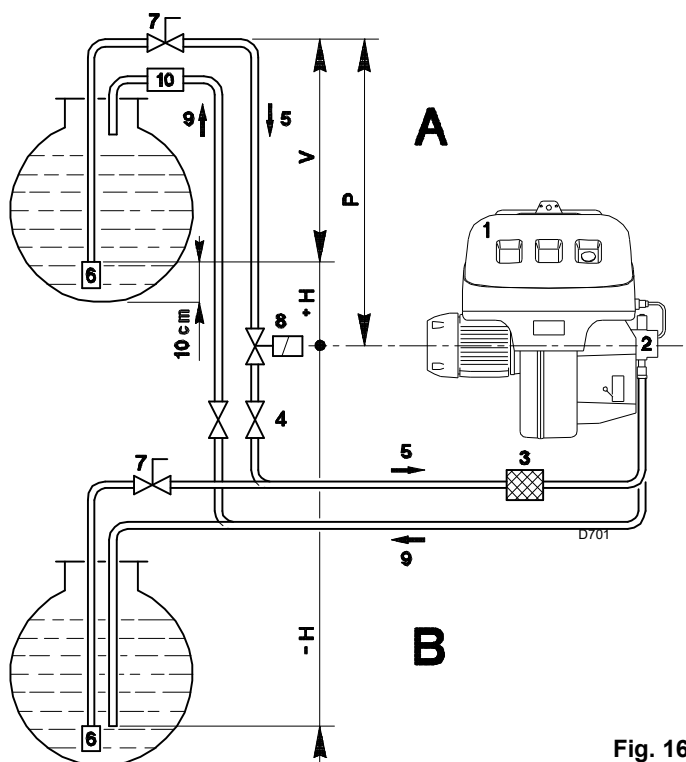

Fig. 16
6.2 Ligações hidráulicas (Fig. 16)